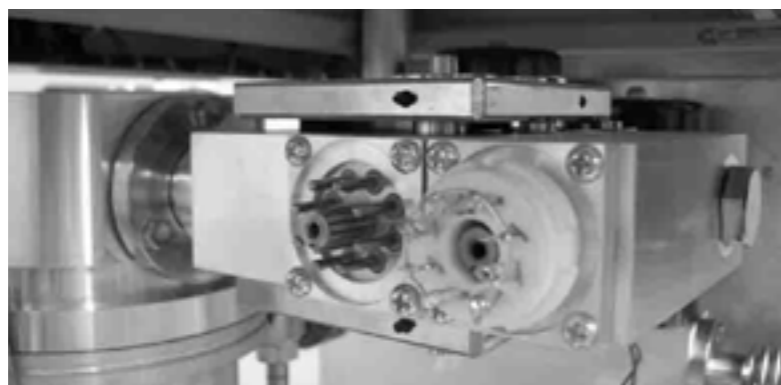

图 3-1 在放大器上插上短路插头
2. 拔下离子源供电插头和前置放大器供电插头，立即用短路插头（在备件箱中）插在前置放大器上（图 3-1）。